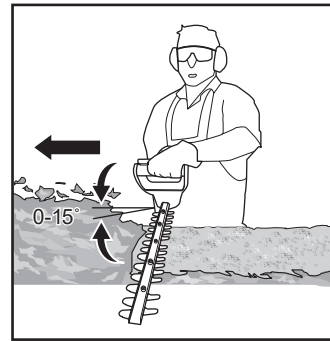

Fig. 7
6. Après la taille des côtés, passer à la partie supérieure. Essayer de maintenir le dispositif de coupe incliné à un angle d'environ 15° par rapport à la surface de coupe (Fig. 7).